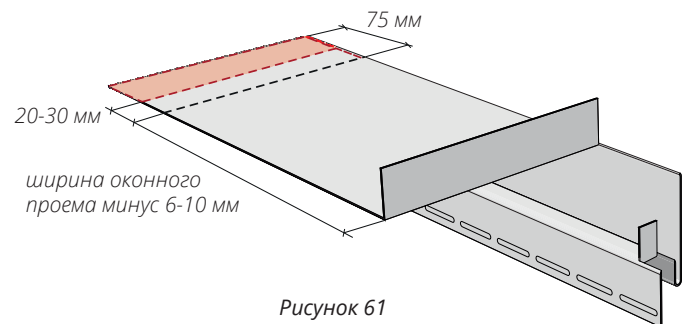

Рисунок 61
15.9 Подрезы и загибы верхней приоконной планки с противоположной стороны делаются аналогично. Измерьте ширину оконного проема. Отнимите из этого расстояния 6-10 мм. Нанесите разметку согласно рис. 61, сделайте подрезы и загибы.